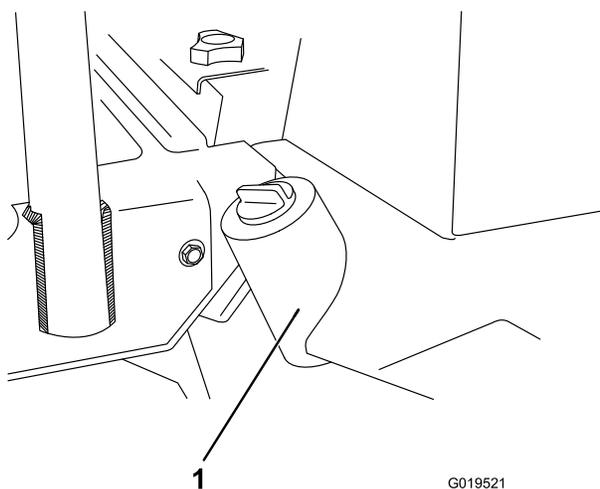

Figura 74
2. Retire o tampão de escoamento da parte de baixo do reservatório (Figura 74) e deixe o fluido hidráulico escorrer para um recipiente adequado. Volte a montar e aperte o tampão quando o fluido deixar de escorrer.